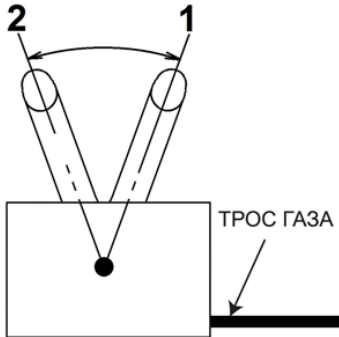

Рис. 16 Положения рычага газа
4. Переведите рычаг газа 5 (Рис. 1) на 1/3 хода в сторону положения максимальных оборотов двигателя (Рис. 16).
рычаг газа в положение 2 холостых оборотов двигателя (Рис. 16) и дайте двигателю поработать примерно 1 минуту.
Для изменения скорости движения мотоблока на каждой передаче пользуйтесь рычагом газа (Рис. 16).